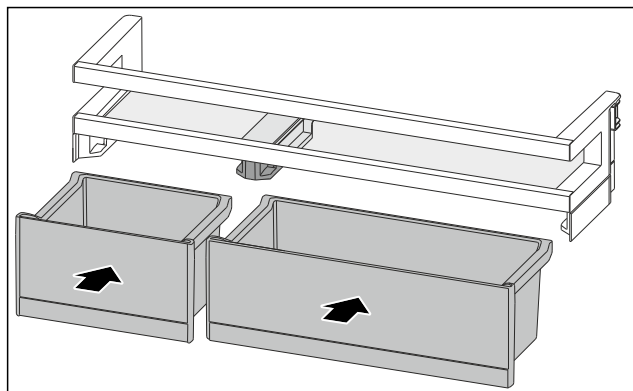

Fig. 127
- VarioBoxen in getauschter Anordnung einsetzen. (siehe Fig. 127)